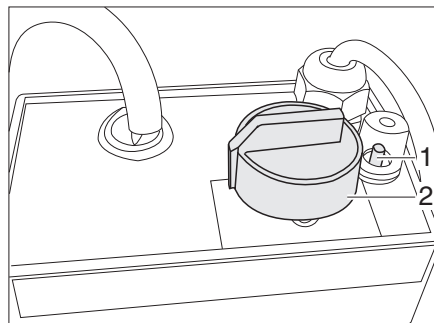

Bild 336 Regler für elektrische Fußbodenerwärmung/Betterwärmung
- Den Drehregler (Bild 336,2) auf die gewünschte Heizstufe drehen.
- Den Drehregler (Bild 336,2) auf Stellung "0" drehen.
Wenn der Regler überlastet wird, spricht der Überlastungsschutz an. Der Stift (Bild 336,1) springt heraus.
- Den Stift (Bild 336,1) am Überlastungsschutz eindrücken, wenn der Regler abgekühlt ist.